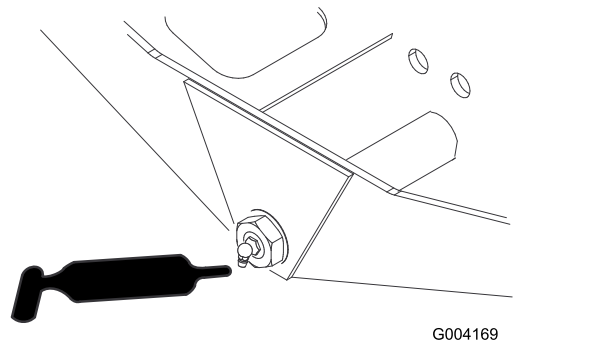

Figure 111
- Pivot de direction d'essieu (1) (Figure 111)